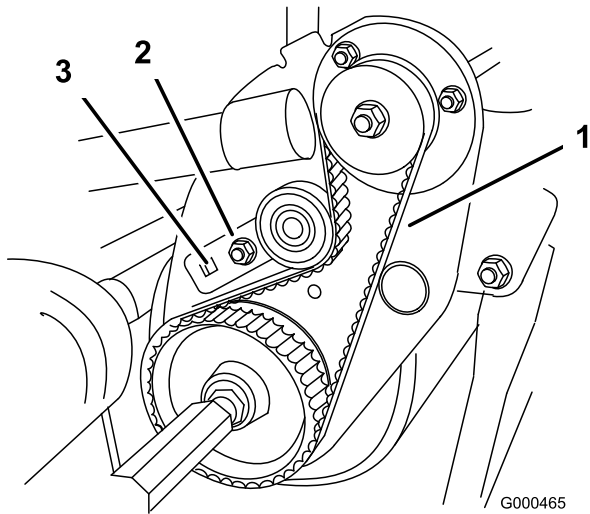

図 44
B. 3/8インチのトルクレンチでアイドラ・ブラケットを 0.4～0.46 kg.m のトルクで回転させてベルトを張る（図 44）。トルクレンチの設定が狂わないように注意しながら、ベアリング・ハウジング取り付けナットを締め付ける。（タング・ワッシャは、ベルトのスリップを防止するためのものである）。ベルトを強く張りすぎないように注意すること。